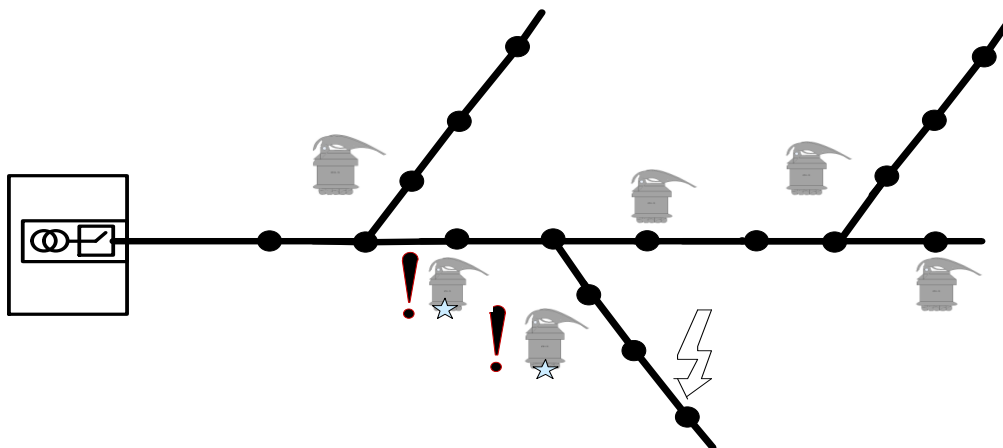

Рисунок 12 – Установка комплектов на линии с длинным стволом и длинными ответвлениями.
- на линии с длинным стволом и длинными ответвлениями комплекты устанавливаются в начале контролируемых ответвлений и за местом разветвления, на ближайших промежуточных опорах (Рисунок 12).